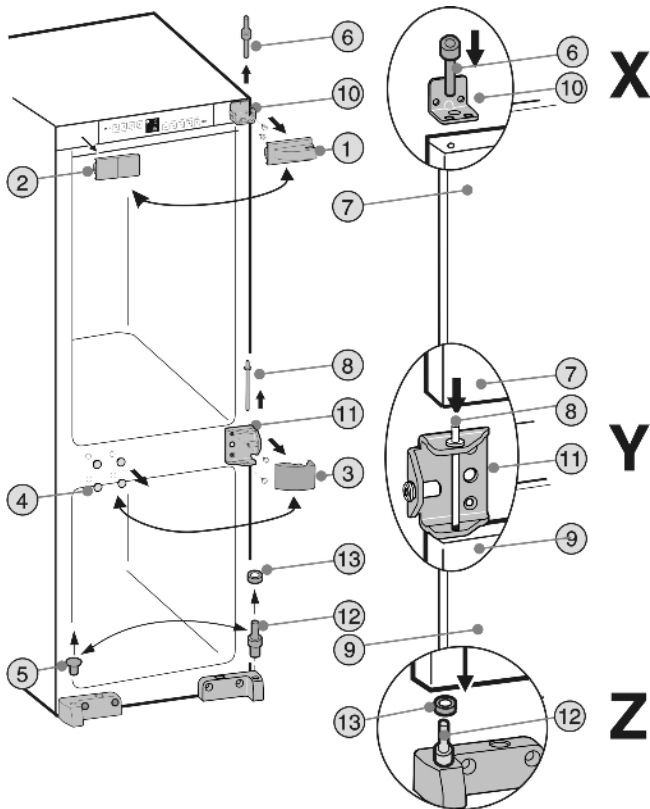

Fig. 3
► Desmonte las piezas de cubierta Fig. 3 (1,2,3,4,5).
- Extraiga el pasador del cojinete superior Fig. 3 (6) de la puerta del frigorífico Fig. 3 (7).
- Bascule la puerta del frigorífico Fig. 3 (7) ligeramente hacia delante y elévela.
- Extraiga el perno de cojinete intermedio Fig. 3 (8).
- Desmonte la puerta del congelador Fig. 3 (9).
- Desatornille el soporte de cojinete superior Fig. 3 (10) y el soporte de cojinete intermedio Fig. 3 (11) y vuélvalos a atornillar en el lado opuesto con los mismos tornillos (con 4 Nm) para fijarlos.
- Reinstale la parte inferior del pasador del cojinete Fig. 3 (12) con una arandela Fig. 3 (13).
- Coloque la parte inferior de la puerta del congelador en el pasador del cojinete Fig. 3 (12) y la arandela Fig. 3 (13). **Detalle Z**
- Inserte el perno de cojinete intermedio Fig. 3 (8) a través del soporte intermedio Fig. 3 (11) del cojinete de la puerta. **Detalle Y**
- Instale la puerta del frigorífico en el centro del pasador de cojinete Fig. 3 (8). **Detalle X**
- Introduzca el perno de cojinete superior Fig. 3 (6) por el agujero exterior del soporte de cojinete Fig. 3 (10) en el cojinete de la puerta del compartimento frigorífico Fig. 3 (7) y atornillelo (con 4 Nm) para fijarlo. **Detalle X**
- Vuelva a montar las piezas de cubierta Fig. 3 (1,2,3,4,5) en la parte opuesta girándolas 180°.